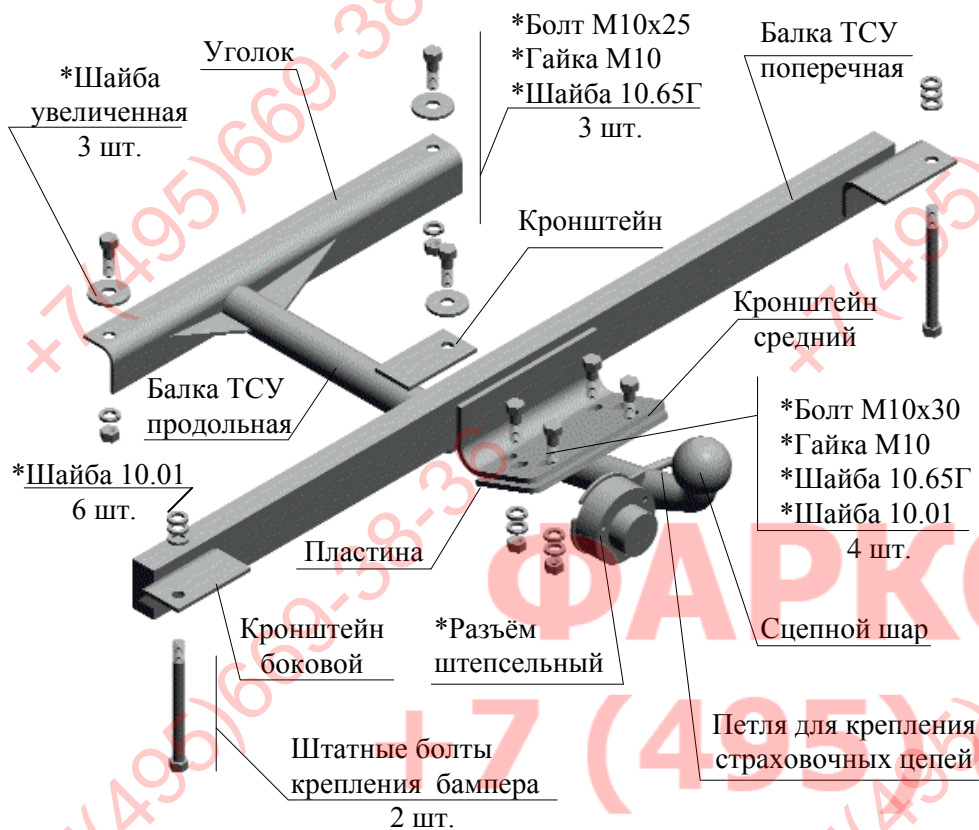

Рис.1 Тягово-сцепное устройство ТСУ 2108.Р (ТСУ 21099.Р)
2.1 ТСУ 2108.P, (ТСУ 21099) в сборе (рис.1)	1 шт.
2.2 Пакет с комплектующими (см. рис.1)	1 шт.
4.5 Соединить пластину продольной балки со средним кронштейном поперечной балки четырьмя болтами М10х30.(см. рис.1)